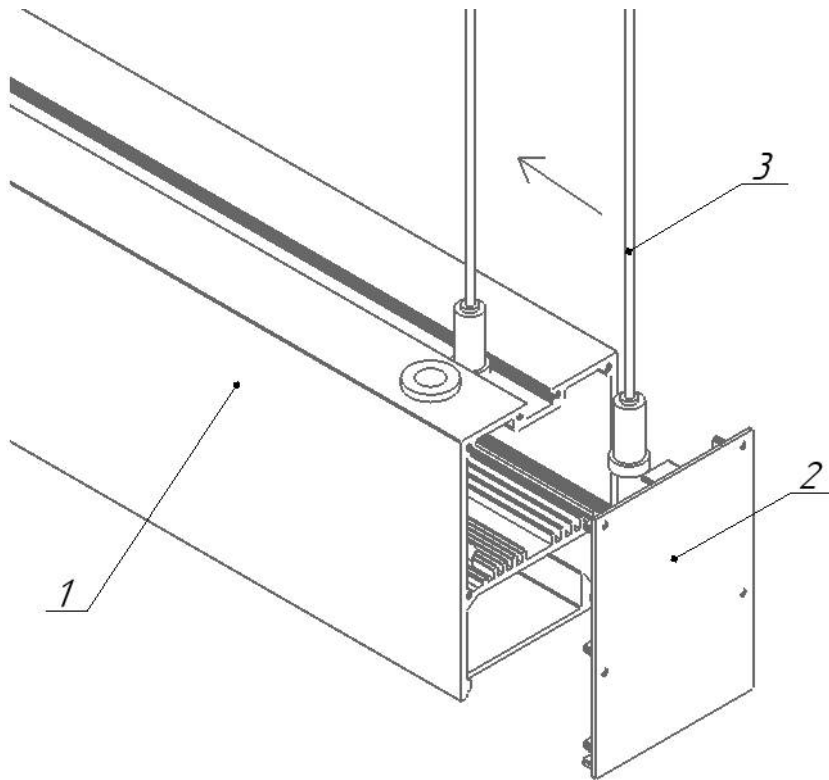

Рисунок 4 - Схема установки подвесов светильника
5.3.3. Снимите крышку светильника, открутив 4 самореза. Вставьте подвесы в паз корпуса светильника (см. рисунок 4). Отрегулируйте длину тросов.